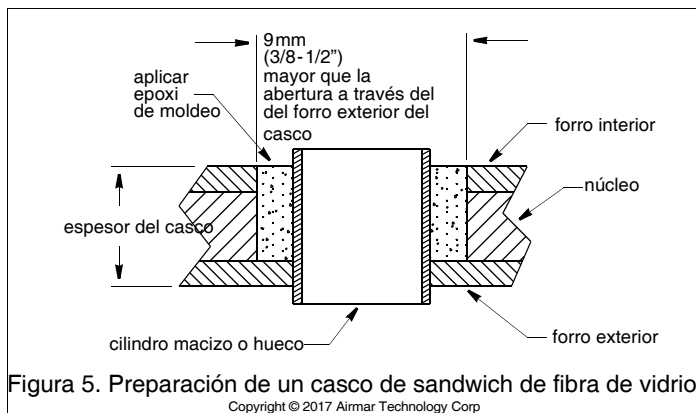

Figura 5. Preparación de un casco de sandwich de fibra de vidrio
2. Con una corona de 51 mm o 2", corte el orificio desde el exterior del casco únicamente a través del forro exterior (Figura 5).